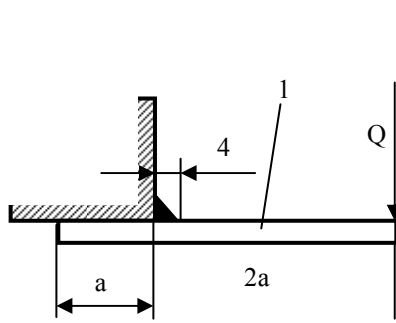

Рисунок 73
Жесткая пластина (1) приварена между двумя другими (рисунок 73). Из условия прочности сварного шва ($[\tau]_{ср} = 120$ МПа) определить допустимое значение нагрузки Q , меняющейся по пульсирующему циклу ($r = 0$), если $a = (50 + 5N_0)$ мм, длина сварного шва $l = (50 + 5N_0)$ мм, коэффициент концентрации напряжений $K = 2$.